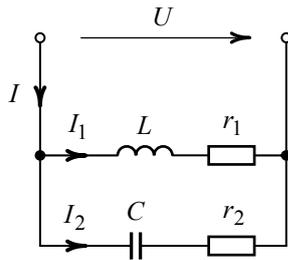
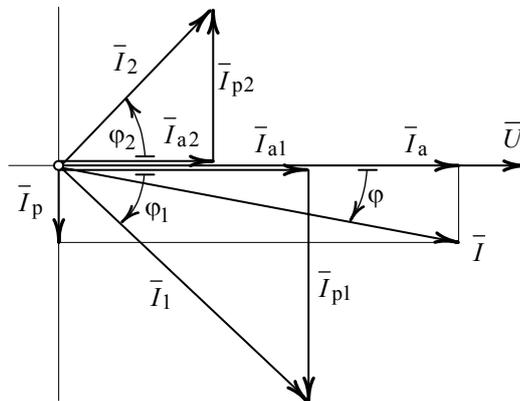

Рис. 2.3
Рис. 2.4
Определить действующие значения токов цепи (рис. 2.3), активную, реактивную и полную мощность всей цепи. Построить векторную диаграмму токов и напряжений. Дано: $u = 226 \sin 314t$, $r_1 = 9$ Ом, $r_2 = 16$ Ом, $L = 0,034$ Гн, $C = 260$ мкФ.
3. Расчет цепи (рис. 2.3) сопровождаем построением векторной диаграммы для действующих значений токов и напряжений. Качественно (не в масштабе) построенная векторная диаграмма цепи приведена на рис. 2.4.
Как видно из диаграммы на рис. 2.4, векторы активной I_a , реактивной I_p составляющих тока и вектор полного тока I образуют прямоугольный треугольник. Из треугольника следует:
6. Активные составляющие токов ветвей (рис. 2.4):
7. Реактивные составляющие токов ветвей (рис. 2.4):
10. Для определения мощности предварительно вычислим фазный угол сдвига φ между напряжением и током на входе цепи. Из векторной диаграммы (рис. 2.4) найдем: